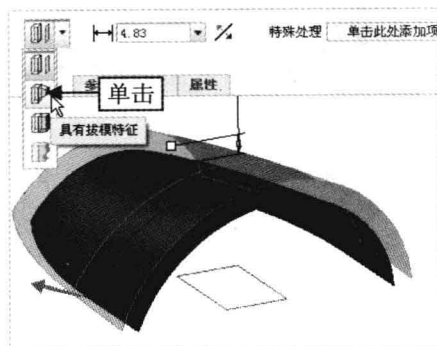

图 10-29 单击“具有拔模特征”按钮
Step 02 弹出“偏移”选项卡，单击“标准偏移特征”右侧的下拉按钮，在弹出的下拉列表中，单击“具有拔模特征”按钮，如图 10-29 所示。